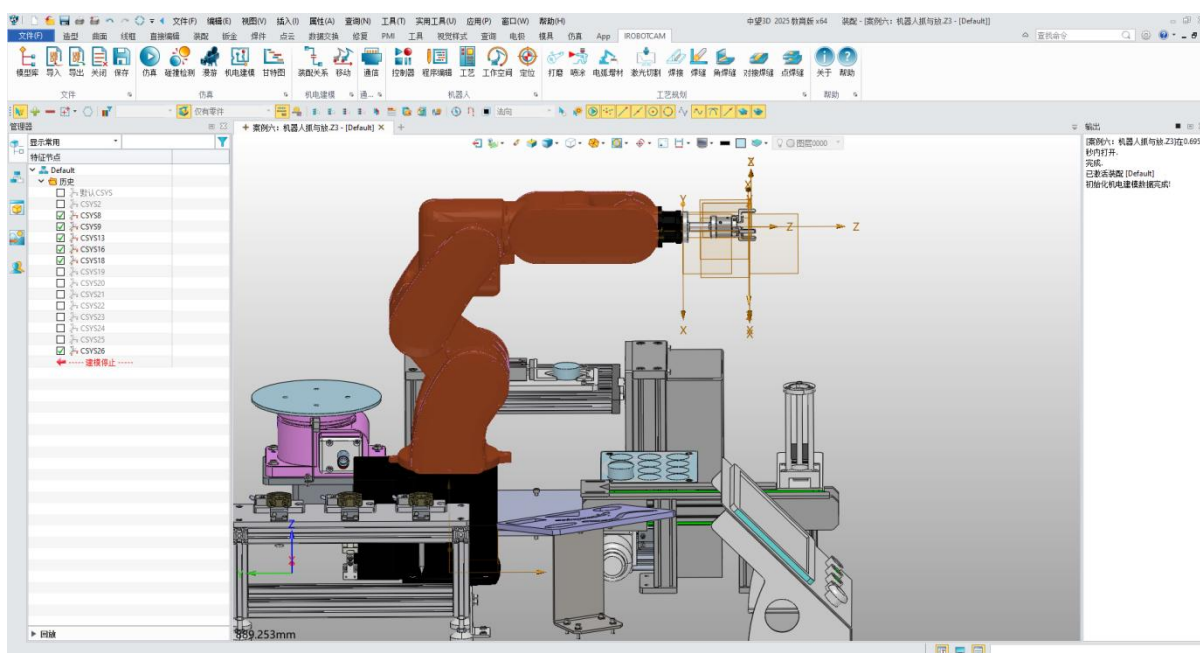

图 10-2: 初始化界面信息
- 打开 iRobotCAM 项目文件“案例六：机器人抓与放.Z3”，进入 IROBOTCAM 环境。（图 10-2）